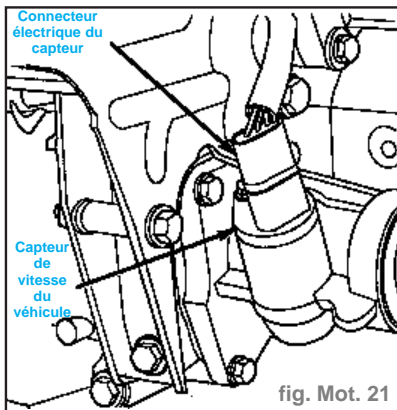

fig. Mot. 21
- Le capteur de vitesse du véhicule se trouve dans le carter arrière de la transmission. L'entrée du capteur est utilisée par le PCM pour déterminer la vitesse du véhicule et la distance parcourue (fig. Mot. 21).